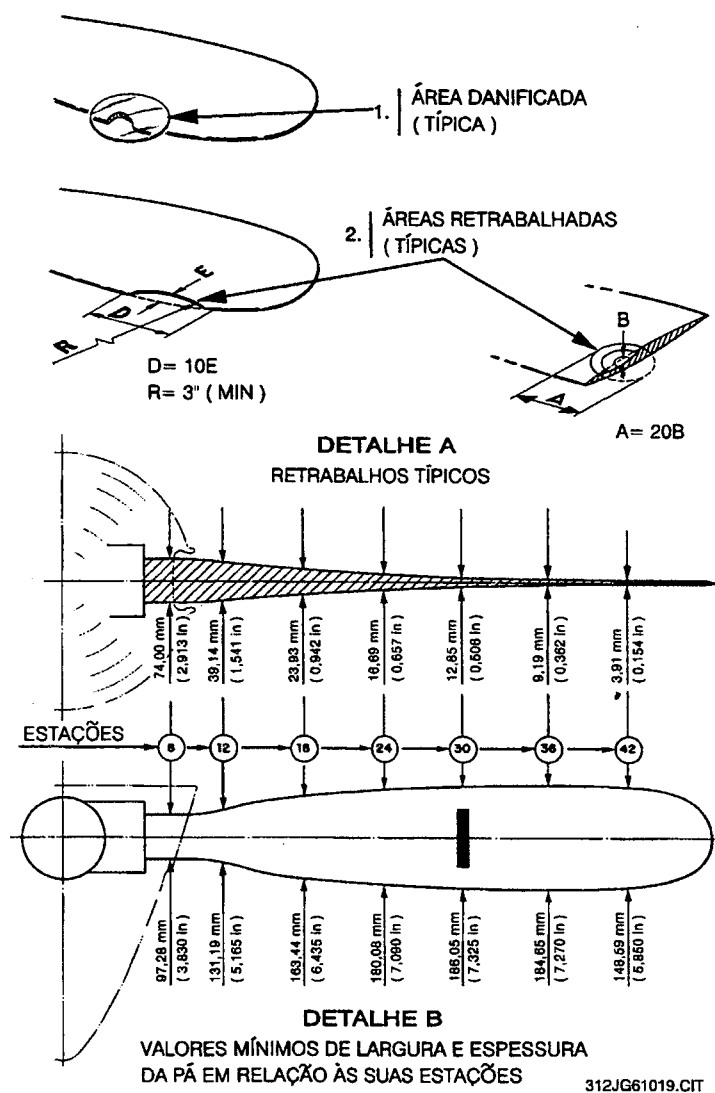

Figura 2-6-1
- Os valores indicados no detalhe “B” da figura 2-6-1 determinam a espessura e a largura mínima de um possível dano em cada estação da pá da hélice. Assegure-se de que todo vestígio de dano seja eliminado sem ultrapassar os valores correspondentes.
- O detalhe “B” da figura 2-6-1 mostra uma representação esquemática da pá da hélice sem considerar sua torção normal. O número correspondente a cada estação da pá indica a distância, em polegadas, até o centro do cubo da hélice.